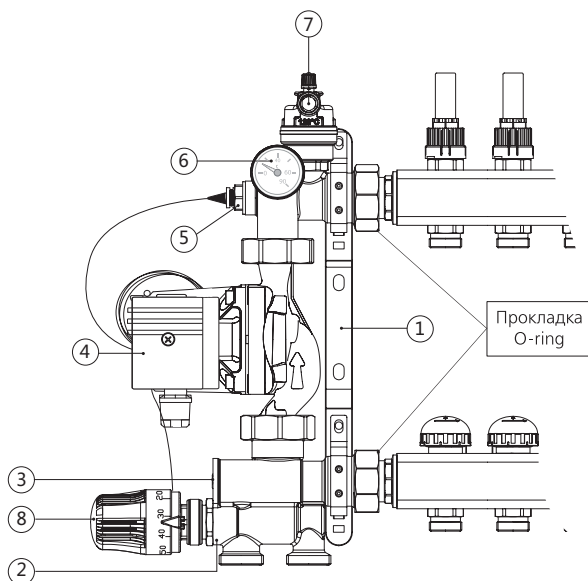

Рис.1
2. при помощи монтажного кольца головки закрепите её на смесительном клапане (рис. 1 поз. 2);
3. поместите датчик в гнездо температурного датчика (рис. 1 поз. 5);
Согласно приведённой ниже диаграмме (рис. 3), расходу 1032 л/ч, соответствуют 6 разных кривых ΔP_{valv} при разных настройках байпаса (рис. 1 поз.3): чем меньше открыт байпас, тем быстрее достигается требуемая температура на подаче, и наоборот, при максимально открытом байпасе увеличивается расход и одновременно сокращается колебание температуры подачи, связанное с открытием-закрытием различных зон, на которые разделяется система отопления.
Температура подачи низкотемпературного контура отопления задаётся на термостатической головке (рис. 1 поз.8), с диапазоном установки от 20 до 65 °С, и поддерживает постоянную благодаря действию термостатического клапана.